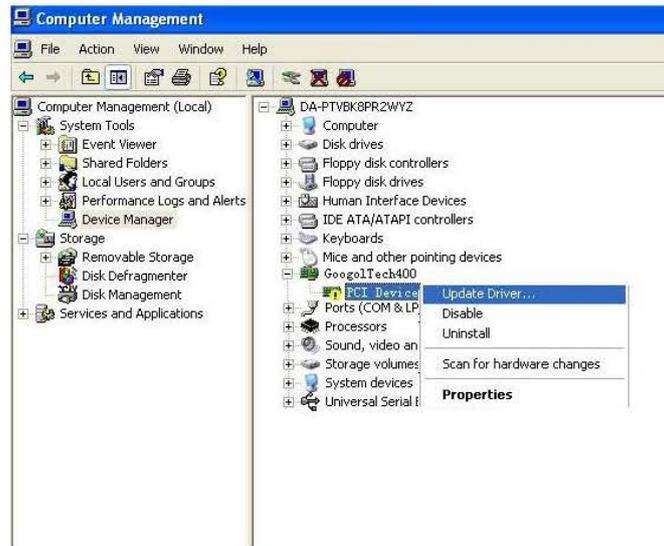

Fig. 2-13
- B. Clique com o botão direito  e Selecione a opção "Atualizar Driver" para exibir a interface mostrada na Fig. 2-13: